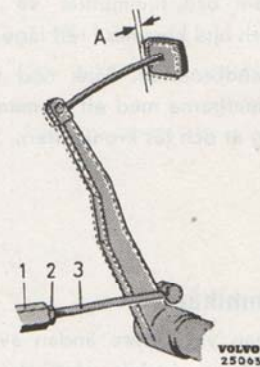

Bild 31. Justering av frigång.
Inställning av bromspedals frigång sker genom att justera länkstängens (3, bild 31) längd. Lossa därvid låsmuttern (2) samt vrid tryckstången (1) tills pedalens frigång är 7—12 mm (mått A). Drag låsmuttern.